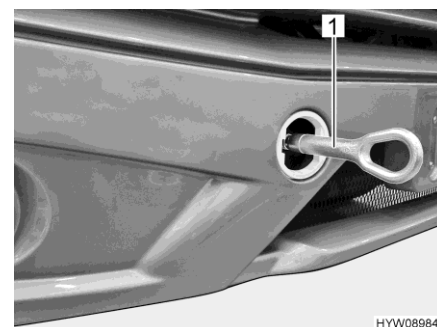

Fig. 26 Argolla de remolque (montada)
- Montar la argolla de remolque (Fig. 26,1) conforme a las indicaciones en las instrucciones de funcionamiento del vehículo básico.